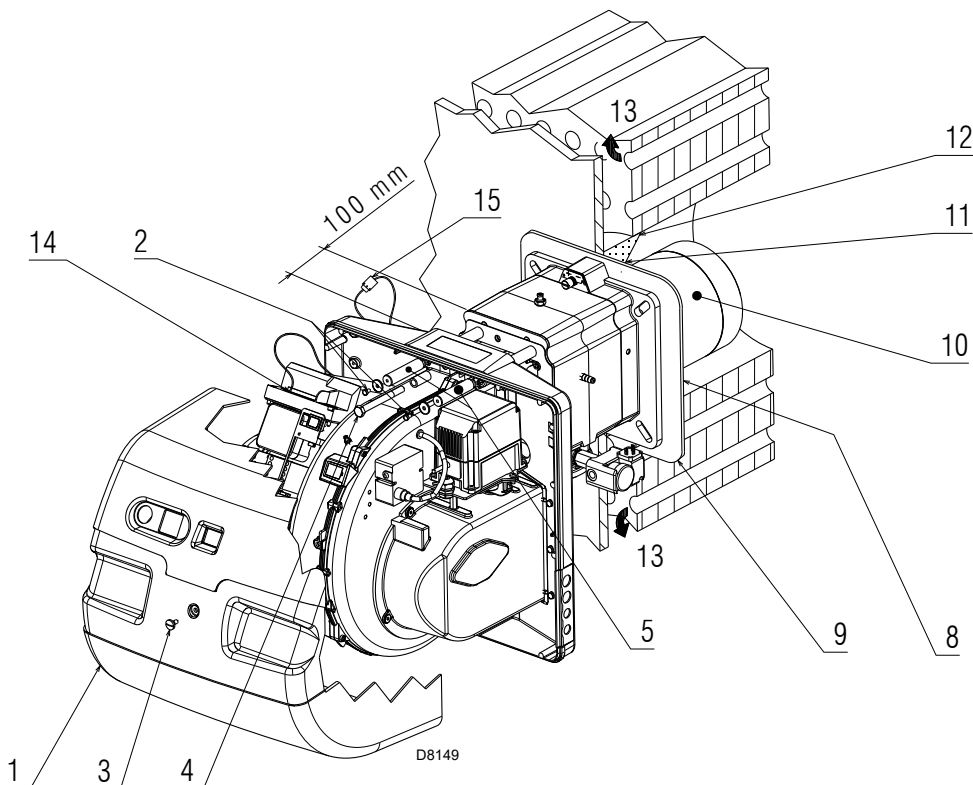

Fig. 17
Pour les chaudières avec circulation de fumées sur l'avant (Fig. 17), réaliser une protection en matériau réfractaire (11), entre réfractaire chaudière (12) et buse (10).
Séparer ensuite la tête de combustion du reste du brûleur, comme dans la Fig. 17; procéder comme suit:
- remonter le brûleur sur les glissières 3) à 100 mm environ du manchon 4) - brûleur dans la position illustrée dans la Fig. 17;
- brancher la fiche du servomoteur 14)(Fig. 17) et visser le passe-câble 15);